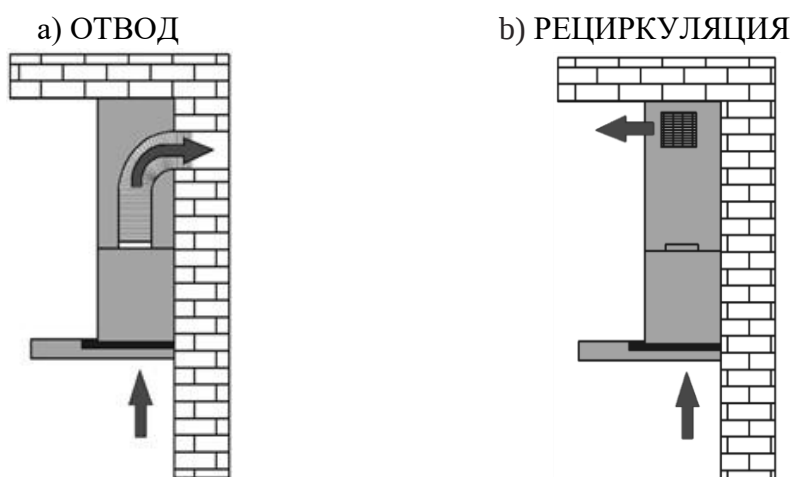

Рис. 5
1)Отвода (рис. 5а) – воздух удаляется из помещения через соединение вытяжки с вентиляционным каналом жестким пластиковым воздуховодом или гофрированным шлангом диаметром 150 мм. Таким образом, все кухонные испарения, запахи, гарь и копоть, проходя через многоразовые алюминиевые жироулавливающие фильтры, выводятся за пределы помещения. При данном режиме работы нет необходимости